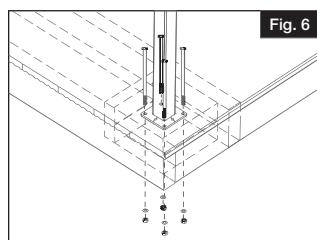

Fig. 6
- Empujar los tornillos a través de la chapa del poste y fijar una chapa inferior adicional por debajo de la superficie de la plataforma (Fig. 6). Los postes se pueden nivelar según sea necesario mediante el uso de cuñas.